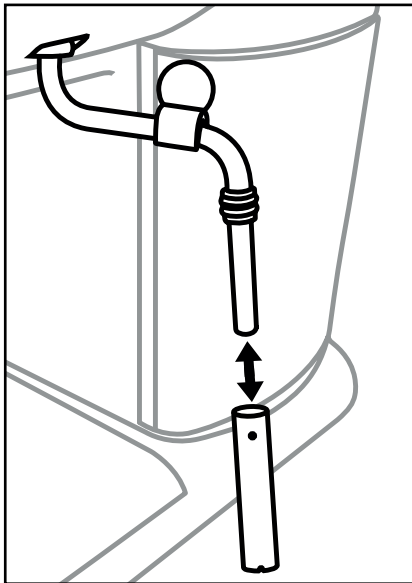

Abbildung 1
- 5) Ziehen Sie die Hülle des Milchaufschäumers **6** ab (Abbildung 1) und reinigen Sie diese sorgfältig im warmen Wasser.
- 7) Schieben Sie die Hülle wieder auf die Düse (Abbildung 1).